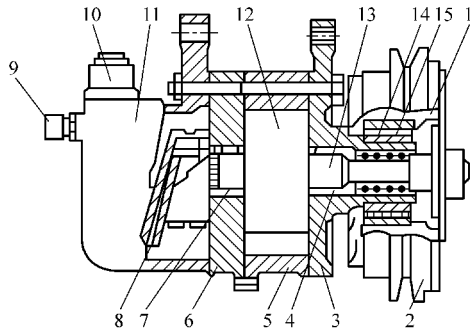

图 7-16 旋转叶片压缩机结构
1) 结构。旋转叶片压缩机的结构如图 7-16 所示，它主要由缸体、前缸盖、后缸盖、排气阀、进气阀、主轴、转子等组成。旋转叶片压缩机的气缸有圆形和椭圆形两种形式。